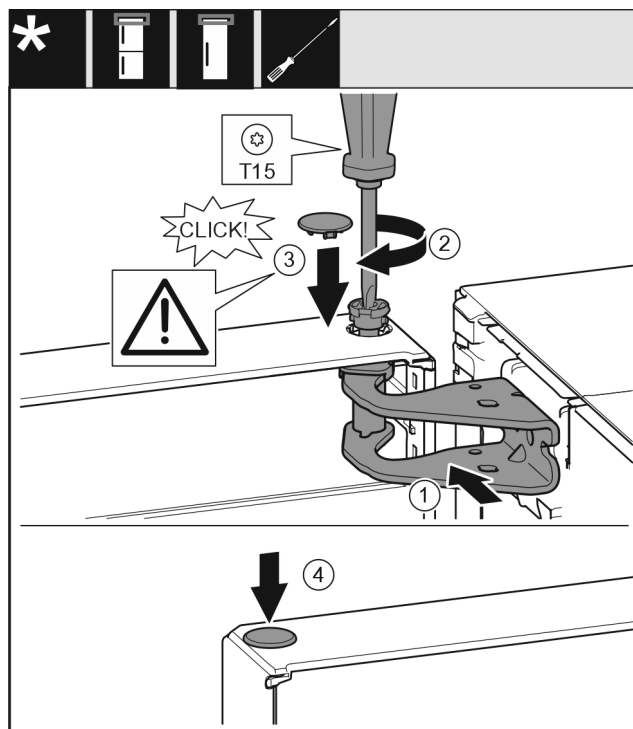

Fig. 22
- ▶ Выровнять те дверь вверх по отверстию в опорном кронштейне. Fig. 22 (1)
- ▶ Вставьте палец и затяните отверткой T15. Fig. 22 (2)
- ▶ Установите предохранительную крышку для защиты двери: Вставьте предохранительную крышку и проверьте, прилегает ли она к двери. В ином случае вставьте палец полностью. Fig. 22 (3)
- ▶ Вставьте заглушку. Fig. 22 (4)